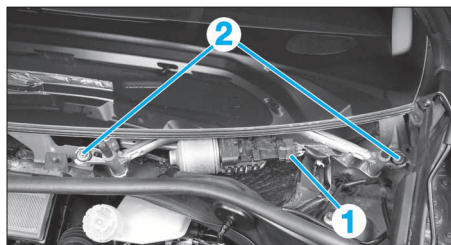

FIG. 15
- Débrancher le connecteur électrique (1) (Fig.15).